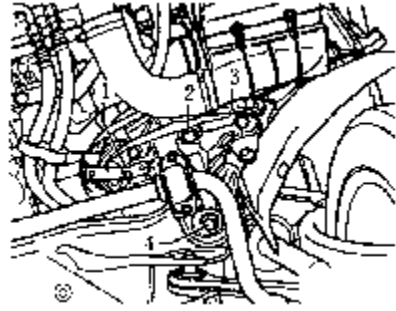

图 4-128 拆卸副车架前端紧固螺栓
(3) 如图 4-128 所示，拆下副车架前端紧固螺栓和（左、右侧），然后拧下螺栓。注意螺栓在拆卸油底壳时已拆下，为避免检查车轮定位，只可松开前悬置并降低副车架前端。